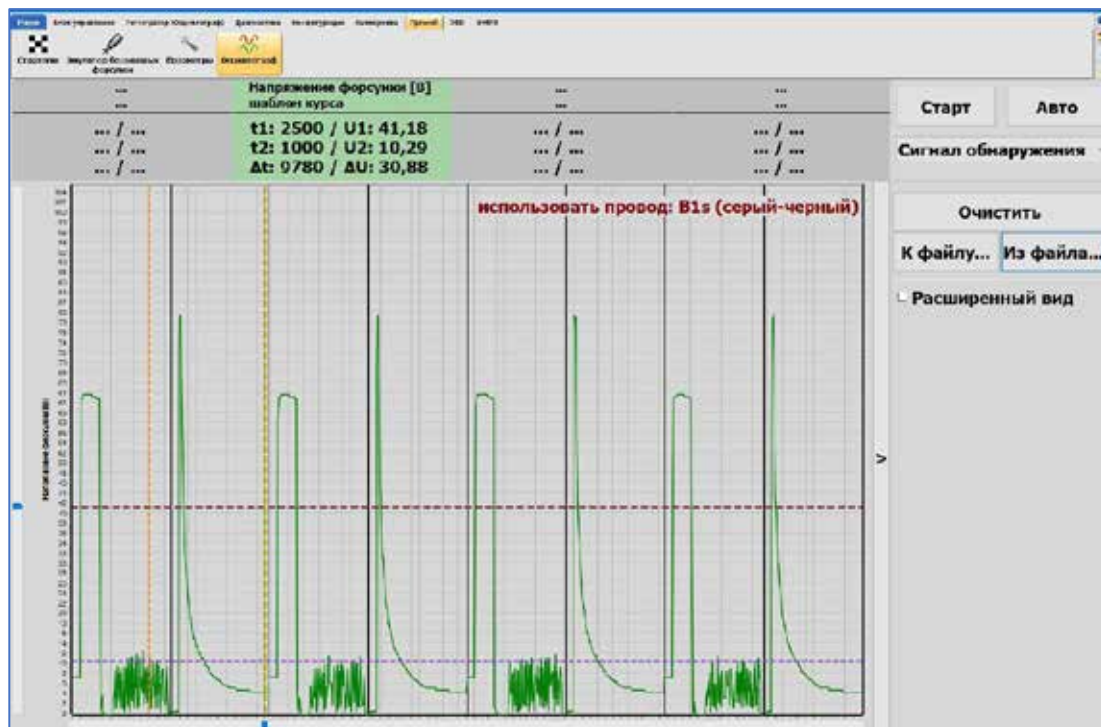

Рис. 2.122 Окно осциллографа с записанными сигналами
- **Обнаружение сигнала (Рис. 2.122)** – сигналы напряжения с первого бензинового канала собираются, делятся на 8 секций. Режим, используемый для определения того, какой провод инжектора следует разрезать.